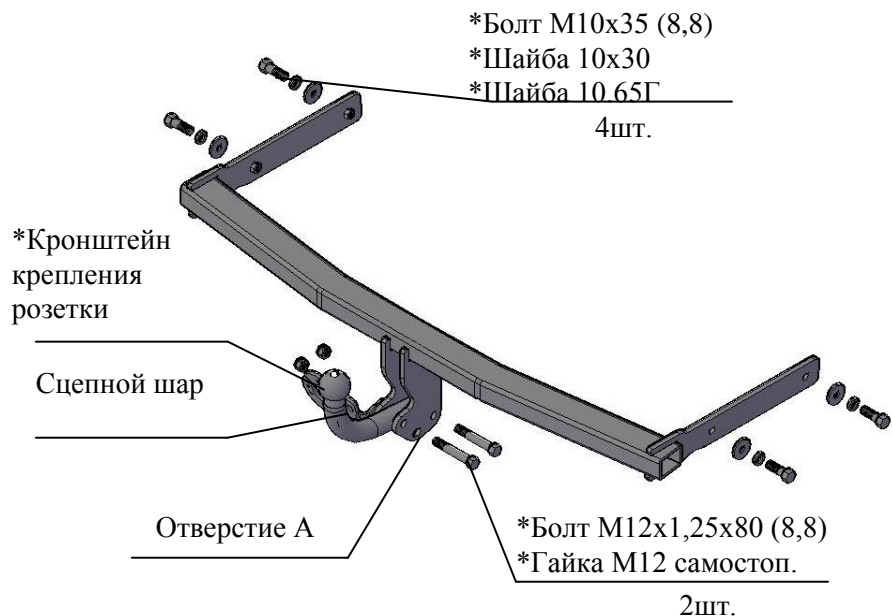

Рис.1 Тягово-сцепное устройство ТСУ 9720
2.1 ТСУ 9720 в сборе (рис.1)	1 шт.
2.2 Пакет с комплектующими (см. рис.1) Защитный колпак	1 шт.